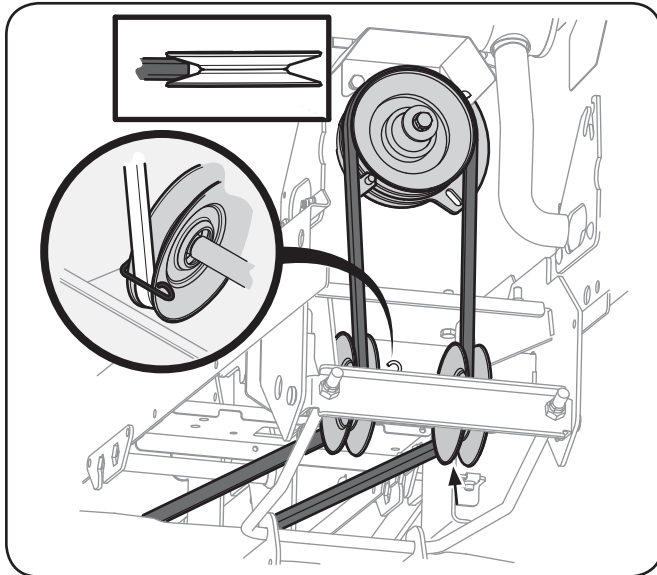

Figure 3-10
7. Placez-vous devant l'appareil et installez la courroie autour de la poulie d'embrayage de la prise de force avec le côté en V sur la poulie. Acheminez soigneusement la courroie vers le bas pour la faire passer sur les deux poulies de fusée. Voir Figure 3-10.